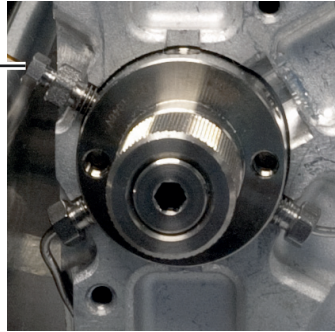

Figura 25. Porta de Válvula 3
- 6 A linha de transferência será instalada na válvula da porta 3 (na posição de 10 horas), conforme visto na **Figura 25**.